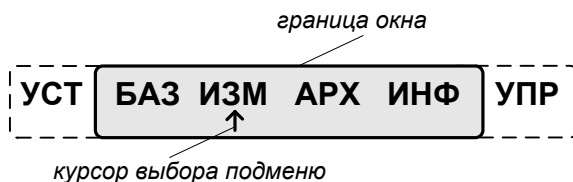
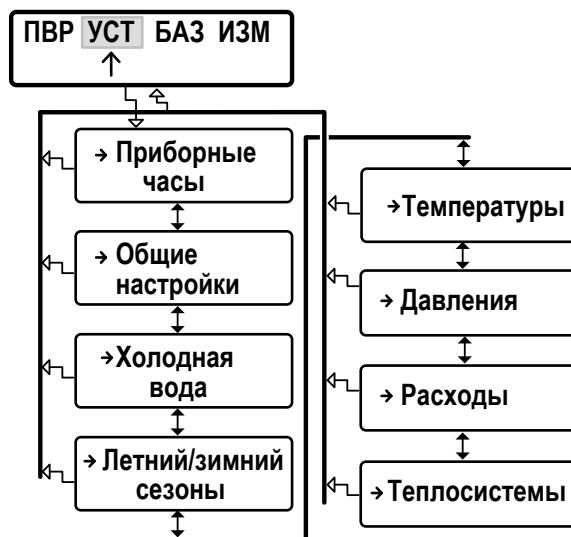

Рис.3. Вид окна индикации основного меню.
Рис.4. Структура меню «УСТ».
2.1.1.3. Окно индикации основного меню (рис.3) содержит обозначения пунктов подменю (меню более низкого уровня), которые располагаются в одной строке (горизонтальное меню) и курсор под одним из пунктов меню. Одновременно в окне индикации основного меню может отображаться не более 4-х обозначений пунктов подменю, которые могут смещаться влево или вправо при соответствующем перемещении курсора.
2.2.2.1. Для входа в подменю установочных параметров необходимо в основном меню (рис.3) кнопками ▲+●, ●+▼ установить курсор под пунктом **УСТ** и нажать кнопку ●. Возможные переходы в подменю показаны на рис.4.